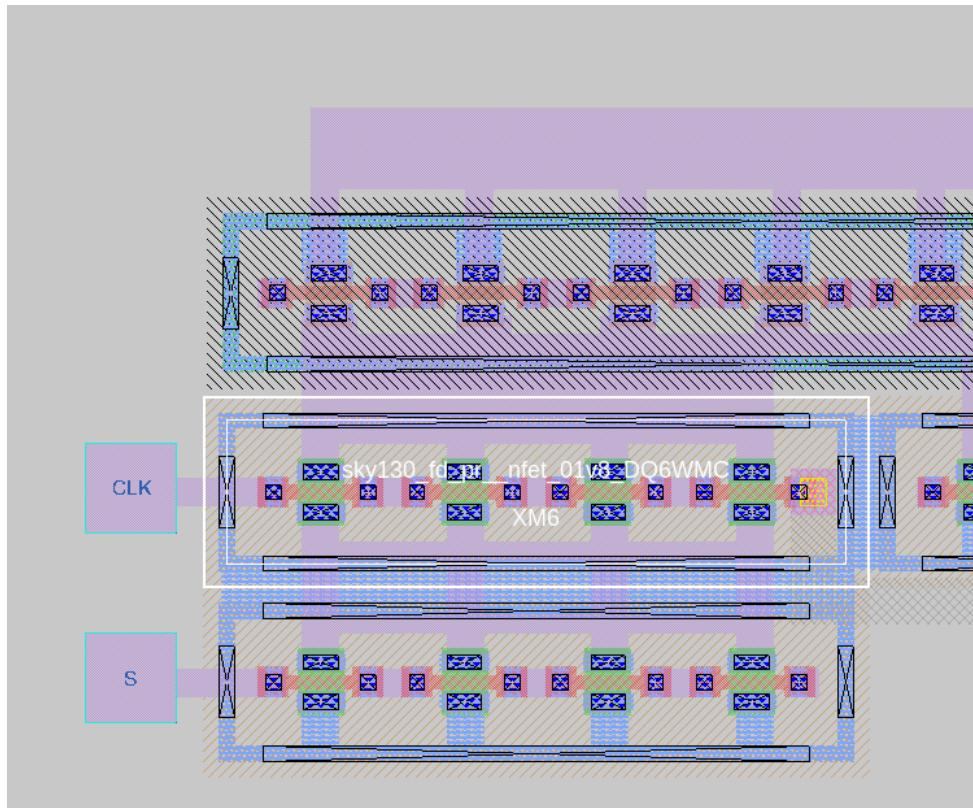

Figura 21: Selecionando uma instância de transistor (n-fet) com a tecla 'i'.
Passo 1: Selecionar a instância Para inspecionar ou editar uma sub-célula (como um transistor), o primeiro passo é selecioná-la. Posicione o cursor do mouse sobre a instância desejada e pressione a tecla **i**. A instância ficará destacada, como mostra a Figura 21.